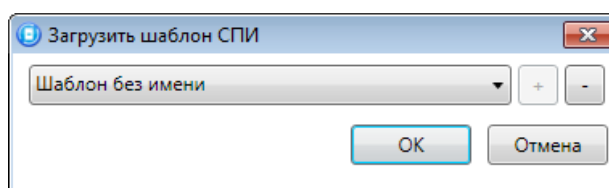

Рисунок 4.54 — Окно *Загрузить шаблон СПИ*
- *Загрузить шаблон настроек:* открытие окна *Загрузить шаблон СПИ* (см. рисунок 4.54), с помощью которого может быть сконфигурирован контроллер по предварительно созданному шаблону. Для того чтобы применить шаблон, выберите его в списке и нажмите кнопку *OK*. Для того чтобы удалить один из сохраненных шаблонов, выберите его в списке и нажмите кнопку .